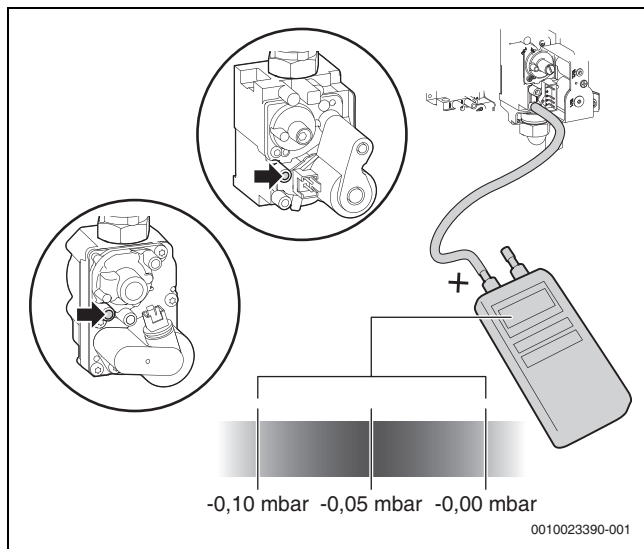

Fig. 35
- Misurare la pressione differenziale del rubinetto gas (→ fig. 35).